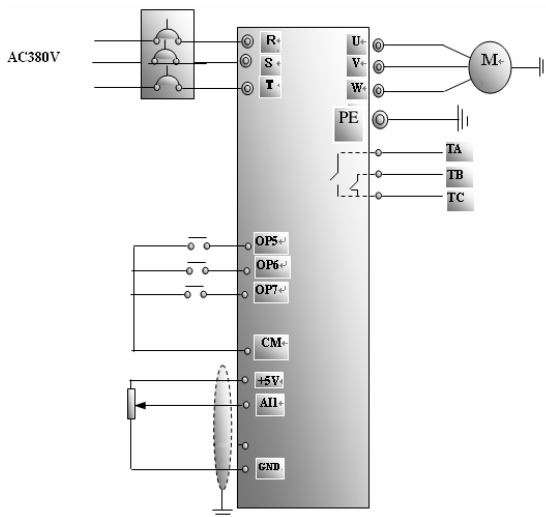

图 4-3 接线图 3
(1) 按图 4-3 配线，检查接线正确后，合上空气开关，变频器上电；